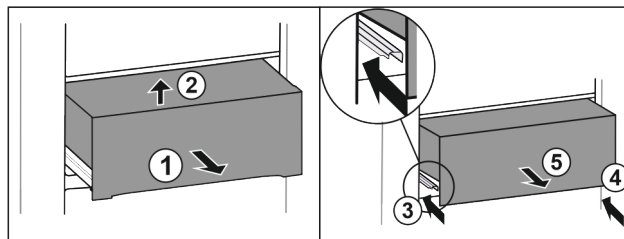

Fig. 32
- ▶ Изтеглете чекмеджето наполовина Fig. 32 (1).
- ▶ Повдигнете отпред Fig. 32 (2).
- ▶ Вкарайте лявата релса Fig. 32 (3).
- ▶ Вкарайте дясната релса Fig. 32 (4).
- ▶ Извадете чекмеджето напред Fig. 32 (5).